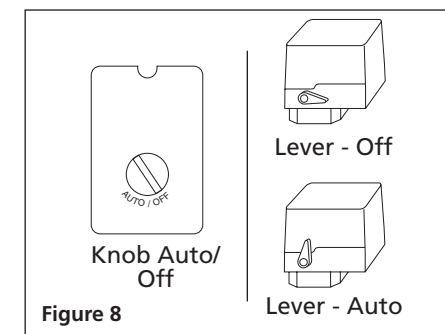

Figure 8
4. Gire la palanca del interruptor de presión o la perilla en la posición AUTO y deje que la unidad opere por 30 minutos para darle un rodaje a las piezas del motor (vea Fig. 8).
- Turn pressure switch lever or knob to AUTO position and run unit for 30 minutes to break in the pump parts (See Figure 8).